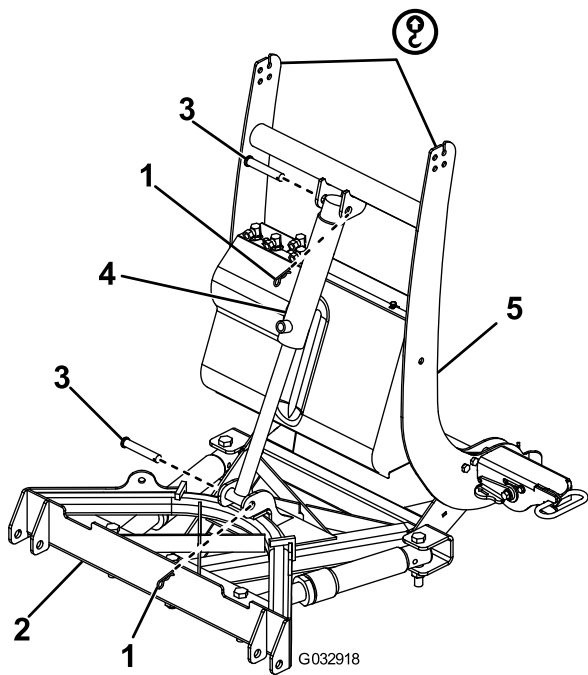

Bild 7
8. Befestigen Sie das Stangenende des Hubzylinders mit einem Lastösenbolzen und einem Splint am Schubrahmen (Bild 7).
9. Befestigen Sie das freie Ende des Hubzylinders mit einem Lastösenbolzen und einem Splint an der Kupplungssäule (Bild 7).